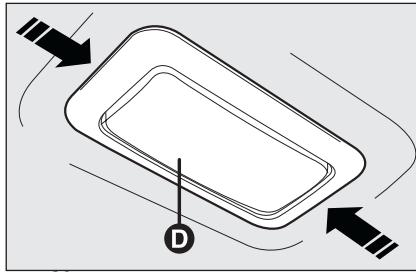
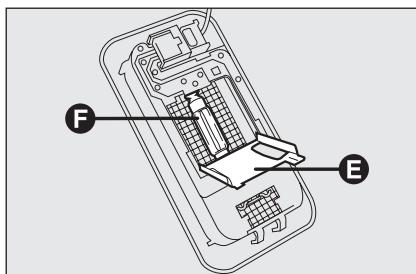

рис. 32
рис. 33
- Нажмите на точки, указанные стрелками, и выньте колпак **D**-рис. 32;
- Откройте защитную крышку **E**-рис. 33;
- Замените лампу **F**-рис. 33, вынув ее из боковых контактов. Убедитесь, что новая лампа надежно закреплена между контактами;
- Закройте защитную крышку **E**-рис. 33 и установите колпак **D**-рис. 32 на место, надежно защелкнув.